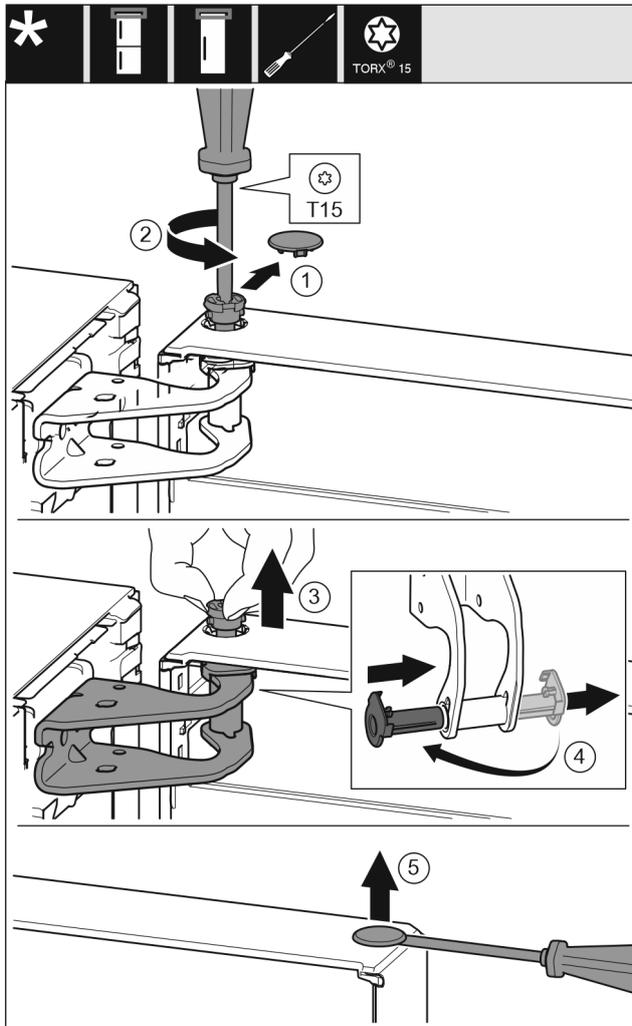

Fig. 6
- ▶ Enlever délicatement le cache de sécurité. Fig. 6 (1)
- ▶ Dévisser légèrement le bouchon avec un tournevis T15. Fig. 6 (2)
- ▶ Tenir fermement la porte et sortir le boulon avec les doigts. Fig. 6 (3)
- ▶ Tirer la douille de palier en dehors du guide. La mettre de l'autre côté et l'enclencher. Fig. 6 (4)
- ▶ Soulever délicatement le bouchon en dehors de la douille de palier de porte avec un tournevis plat et le sortir. Fig. 6 (5)